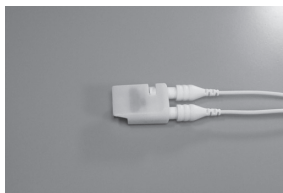

図 2
2) プローブのソケットをテスターに差し込み(図2)、液晶ディスプレイの数値表示が「0.4 ~ 0.6」以内になることを確認します。
- 4) ファイルクリップ、リップフックを取り除き、プローブのソケットを直接テスターに差し込み(図2)、液晶ディスプレイの数値表示が「0.4～0.6」以内になることを確認します。もし数値が正しく表示されない場合は、さらに以下のことを行ってください。